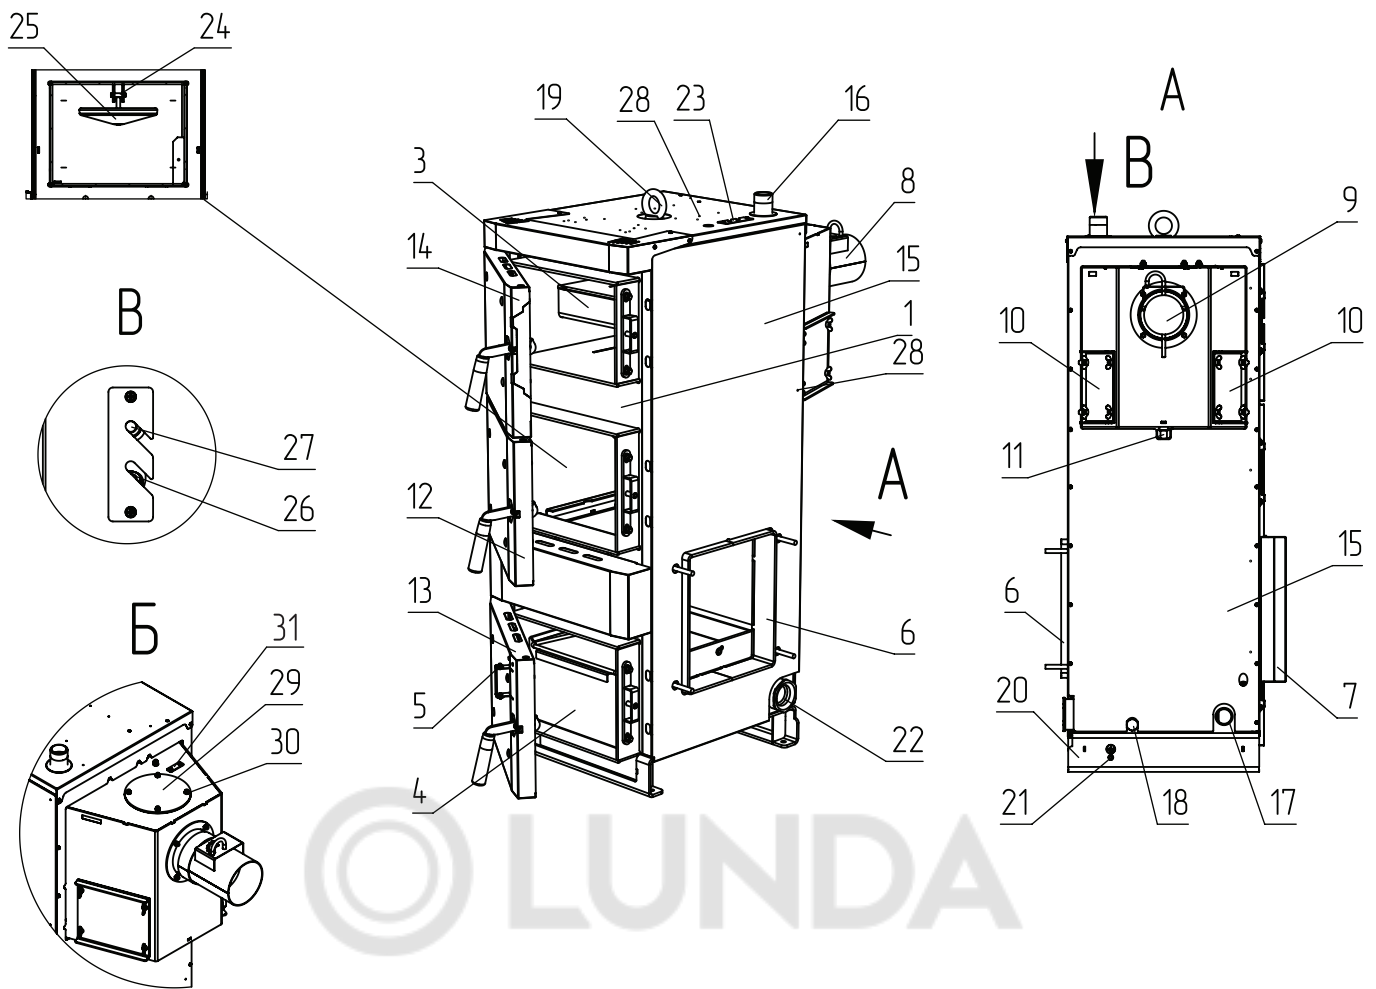

Рис.2 Конструкция теплообменника котла ZOTA Cuba
- Блоки ТЭН могут быть установлены вместо заглушки в нижней части котла (**Рис.2, поз.22**);
- Датчик температуры пульта ПУ ЭВТ-И1 необходимо установить в гильзу (**Рис.2, поз.23**).